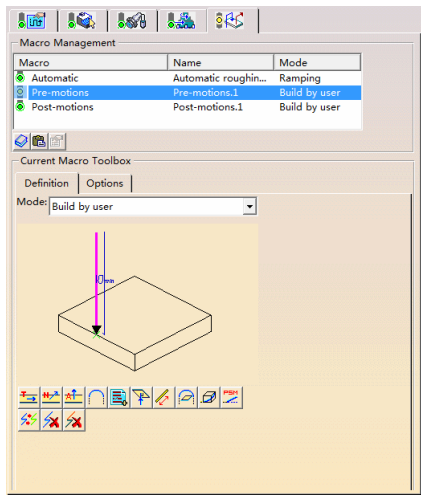

图 3-28 设置“Pre-motions”（1）
- 在“Macro Management”区域的列表框中设置“Pre-motions”（1），单击 Add axial motion 按钮，如图 3-28 所示。